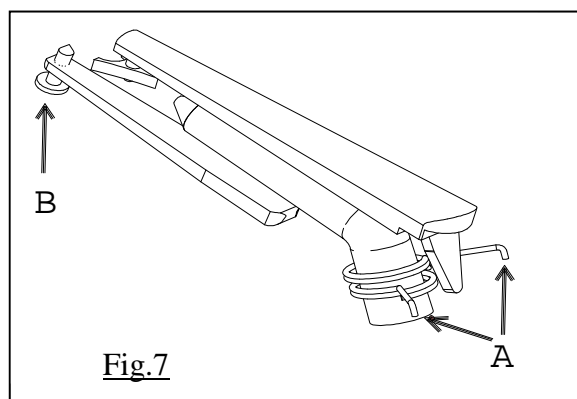

Fig.7
- Déplacez les butées de secteur Rep.A-Fig.7. pour régler le débattement de l'asperseur.